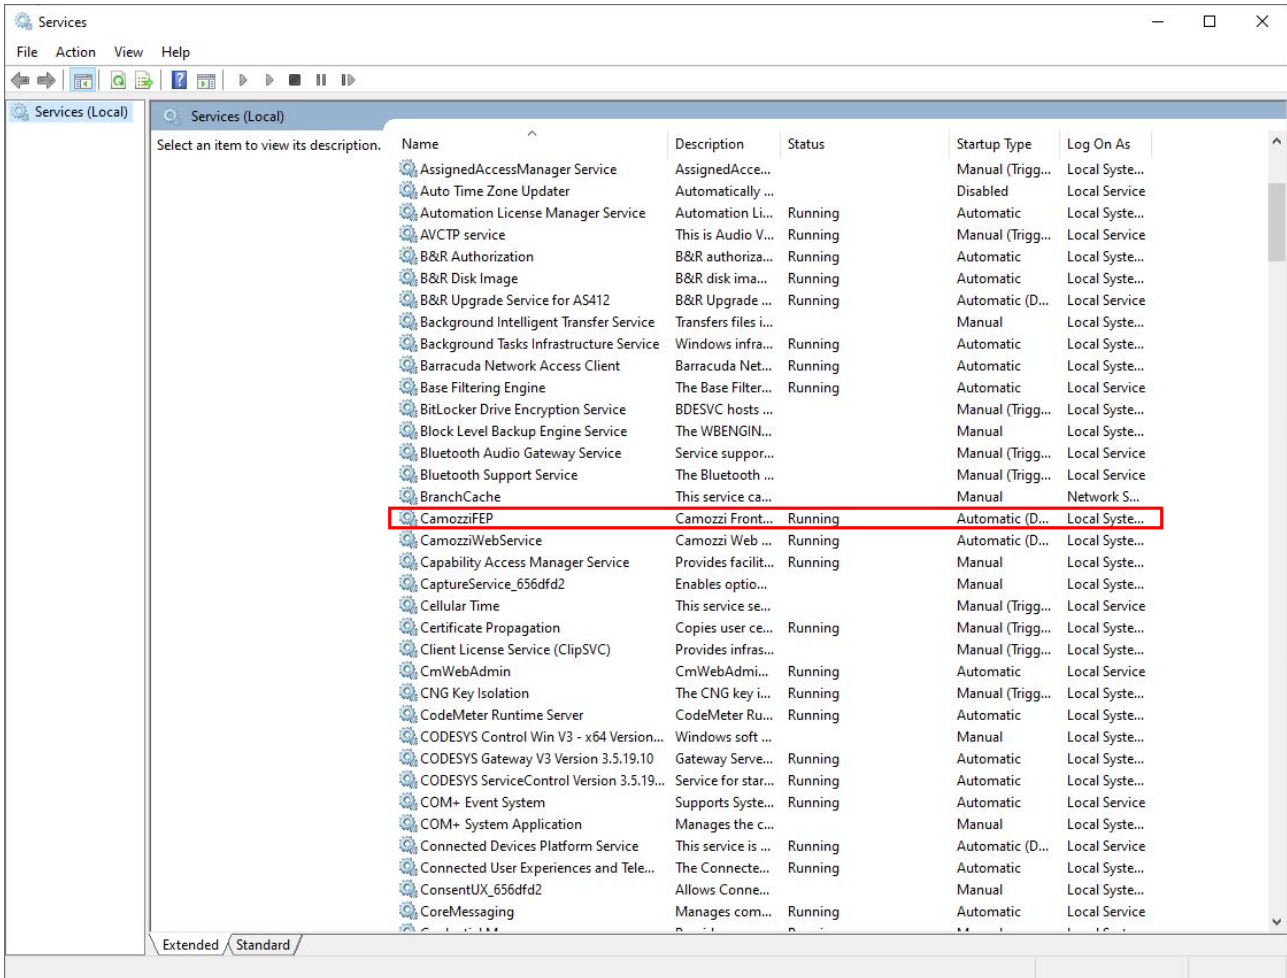

Figura 8.4: Servizio CamozziFEP
6. Accedere alla finestra servizi e verificare che lo stato del "CamoZZiFEP" sia in esecuzione (figura 8.4), nel caso non lo sia è possibile forzarlo manualmente accedendo alla stessa finestra con i privilegi d'amministratore.
- ❶ Se lo stato non è "running" (colore verde) cliccare sul comando "Start Gateway" affianco.
- ❷ Se non appare la COM con il numero seriale del dispositivo che si desidera collegare allora la connessione USB è assente, seguire le istruzioni nel capitolo 8.1.
- ❸ Se la connessione nella sezione "Tcp Connections" non è visibile accedere alla finestra servizi e verificare che lo stato del "CamoZZiFEP" sia in esecuzione (figura 8.4), nel caso non lo sia è possibile forzarlo manualmente accedendo alla stessa finestra con i privilegi d'amministratore.
❷ FEP: Se la connessione non è presente accedere alla finestra servizi e verificare che lo stato del "CamozziFEP" sia in esecuzione (figura 8.4), nel caso non lo sia è possibile forzarlo manualmente accedendo alla stessa finestra con i privilegi d'amministratore.
- ③ **Fast mode:** Se non sta funzionando correttamente è necessario disinstallare e installare nuovamente l'UVIX.